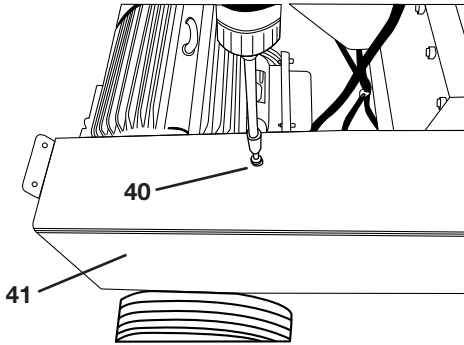

Bild 38
- Riemenschutzhaube (41) wieder aufsetzen und Schraube und Muttern (40) festziehen (siehe „Bild 38 und 39“).